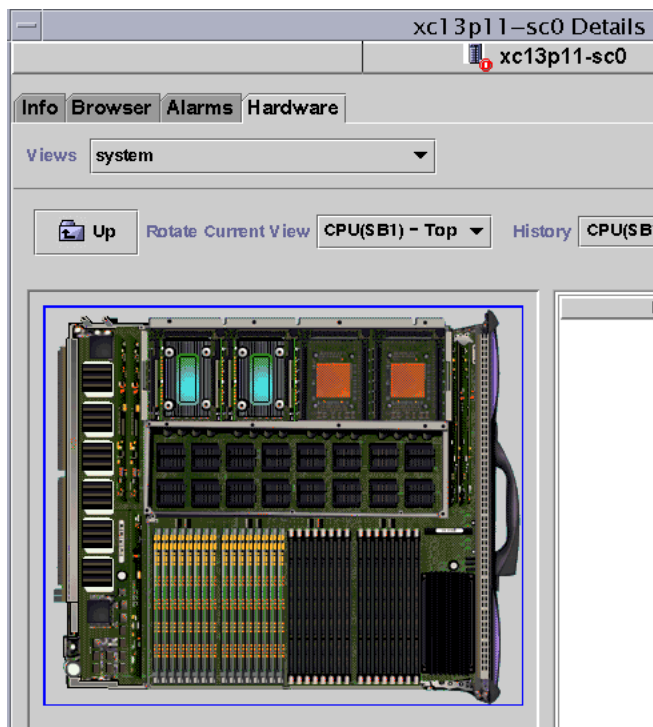

图 5-3 平台物理视图中的 CPU 板的顶端
5. 单击 Sun Fire 高端系统平台顶端插槽中的一块 CPU 板，显示 CPU 板顶端的物理视图（图 5-3）。